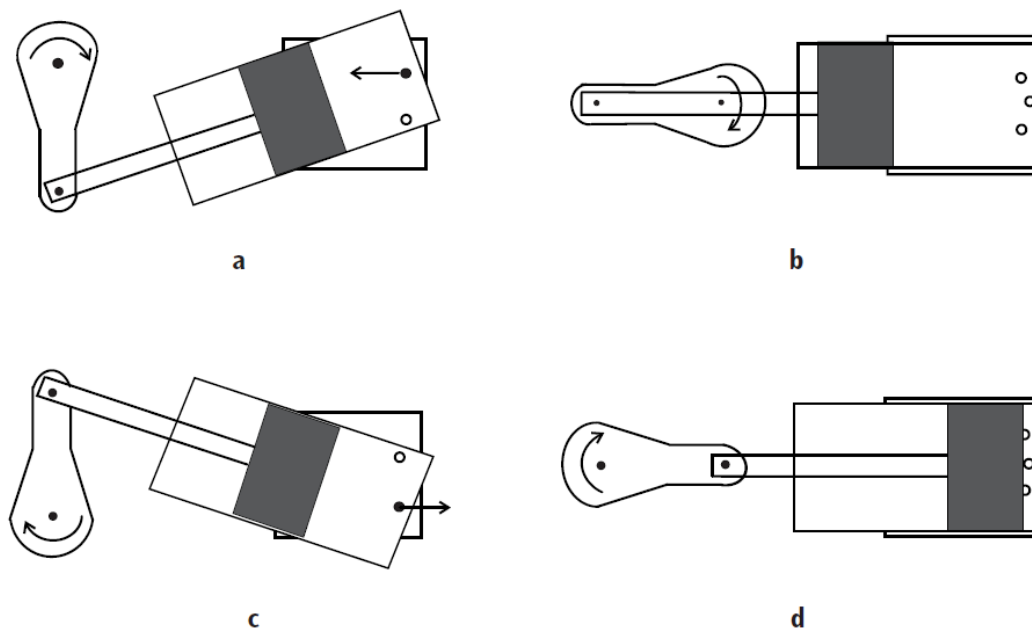

Fig.1: Ciclo de trabajo de la máquina de vapor oscilante
Al contrario que en las máquinas de vapor reguladas por una válvula de compuerta, en una máquina de vapor oscilante el cilindro se mueve en torno a un eje central y abre o cierra, respectivamente, durante su movimiento, la entrada y la salida de los canales de vapor. En la caldera se calienta el agua y se genera vapor de agua. El vapor de agua pasa a través del tubo de entrada (12) al interior del soporte, hacia el agujero de entrada de vapor. En cuanto coinciden la apertura del cilindro con el suministro de vapor nuevo, éste entra en el cilindro y desplaza el émbolo (fig. 1 a). Cuando el émbolo ha llegado a la posición inferior final, los canales de vapor están cerrados. Con ayuda de la rueda volante, se supera este punto muerto (fig. 1 b). En la fase siguiente, el émbolo se mueve hacia atrás, abre el agujero de salida de vapor y expulsa el vapor mediante presión (fig. 1 c). El vapor se disipa por el tubo de escape (2) y el tubo metálico de salida de vapor (16). El condensado, que se ha generado, circula a través del tubo de condensado 1 al vaso de condensado (19). El émbolo alcanza el punto muerto superior, en el que nuevamente están cerrados ambos canales de vapor. Una vez superado el punto muerto superior mediante la rueda volante, se vuelve a admitir la entrada de vapor, y el proceso comienza de nuevo (fig. 1 d).